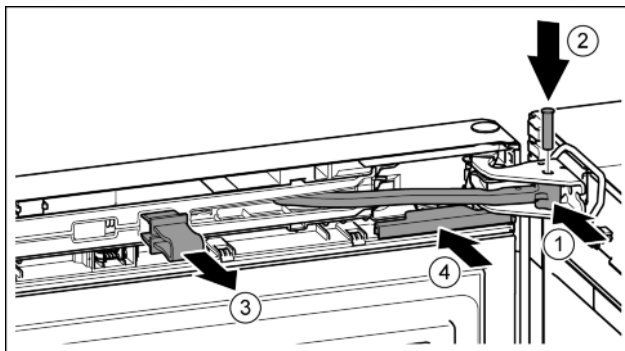

Fig. 21
- ▶ Ruotare lo snodo nel blocco di supporto. Fig. 21 (1)
- ▶ Inserire il perno nel blocco di supporto e nello snodo. Prestare attenzione che l'arresto sia correttamente in sede nella scanalatura. Fig. 21 (2)
- ▶ Togliere la protezione. Fig. 21 (3)
- ▶ Inserire spingendo la copertura. Fig. 21 (4)